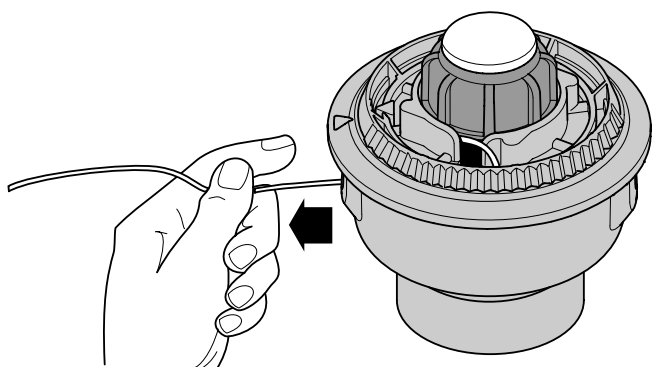

Fig. 44
6. Saque la línea de la bobina exterior hasta que esté tirante contra el carrete interior (Fig. 44).